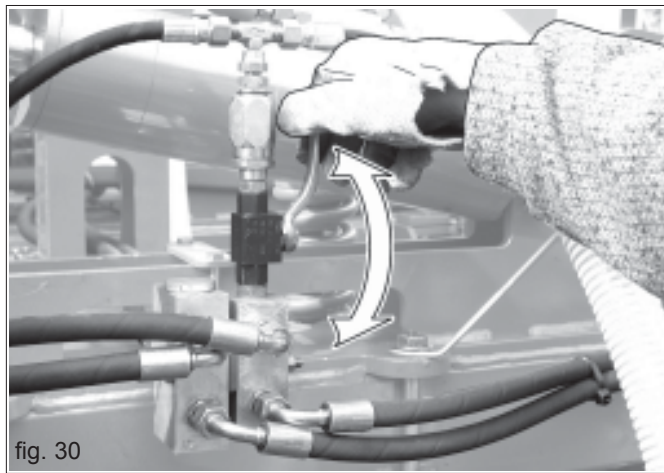

fig. 30
**WICHTIG!** Bei den Ausführungen Gezogen wird die Anlage gemeinsam mit dem hinteren Wagen genutzt und beide werden durch den gleichen Verteiler des Schleppers angetrieben. Ein im hinteren Maschinenbereich angebrachtes Ventil erlaubt das Öffnen und Schließen des Eggenkreises entsprechend den Anforderungen (Abb. 30).
Bei der Anwendung einer hinteren Saatgutabdeckegege in Arbeitsposition ist es beim Ausschluss des Kreises derselben mittels des Ventils (Abb. 30) während er Manövrierphasen unbedingt erforderlich, die Sämaschine komplett hochzufahren. **Bei abgesenkter Egge und mittels des Ventils geschlossenen Kreis (Abb. 30) ist es unbedingt erforderlich, die Sämaschine beim Manövrieren komplett hochzufahren.**